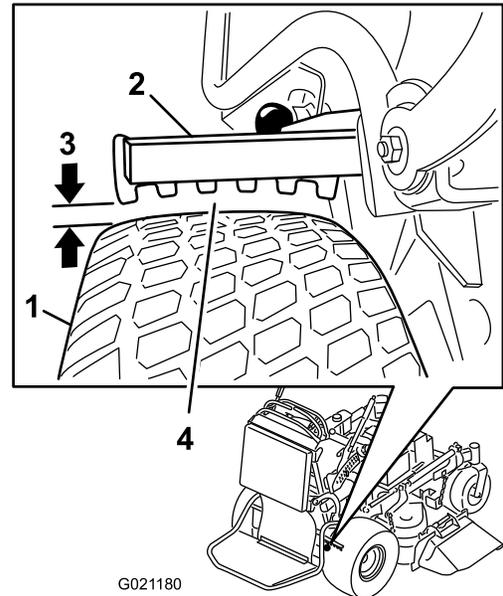

図 62
6. すき間が小さい方の側で、その距離が 図 62 に示すように 3-6mm の間になっていることを確認する。調整が必要な場合は、ブレーキの調整 \(ページ 45\) を参照。
5. ヨークを調整する **図 62**。